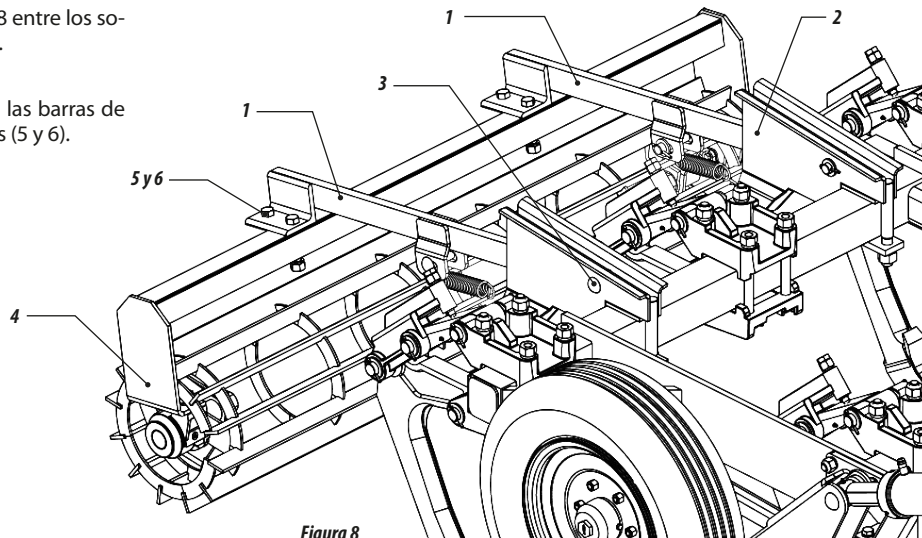

Figura 8
11 - Introducir las barras de oscilación (1) figura 8 entre los soportes de fixação (2) y fijar con los pernos (3).